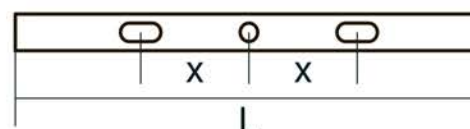

Рис. 2
- Подключите сетевой кабель к светильнику (Рис. 2).